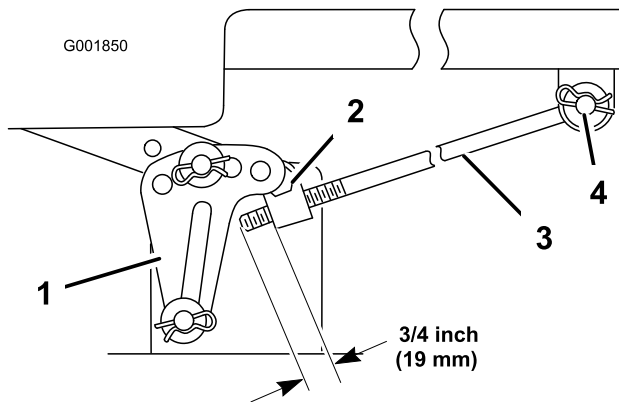

Bild 53
5. Messen Sie die Länge der Stange, die aus dem Einstellblock an den Seiten des Rahmens heraussteht (Bild 53).
6. Entfernen Sie, wenn die Länge der Stange **nicht** 19 mm beträgt, den Splint und die Scheibe vom Ende der Stange (Bild 53) und drehen Sie die Stange, bis die Länge von 19 mm erreicht ist.